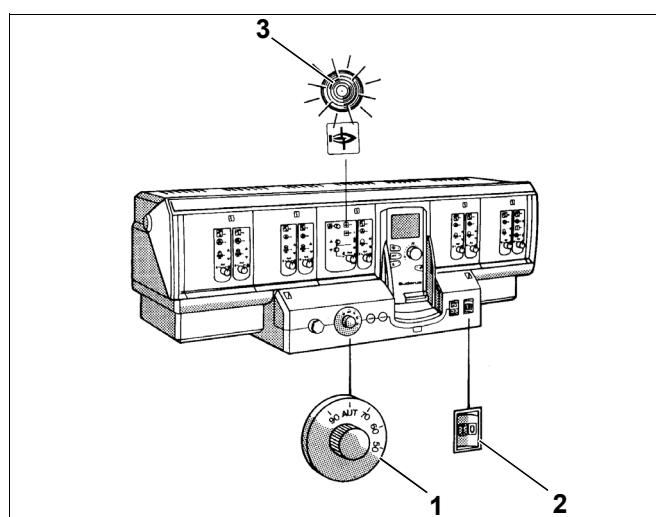

Рис. 1 Система управления Logamatic 4311
- Перевести пусковой выключатель (рис. 1, **поз. 2**) в положение "I (ВКЛ.)".
- Установить регулятор температуры котловой воды (рис. 1, **поз. 1**) на AUT (регулирование в зависимости от наружной температуры; заводская установка).
- Перевести пусковой выключатель (рис. 1, **поз. 2**) в положение "0" (ВЫКЛ.)
Неисправность горелки показывается на горелке и сигнальной лампочкой на системе управления (рис. 1, **поз. 3**) или на дисплее.